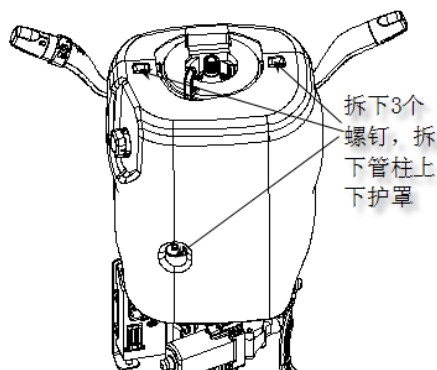

图 4-5
①用十字起松开下护罩的三个安装螺钉，然后分离上下护罩。如图 4-5 所示。